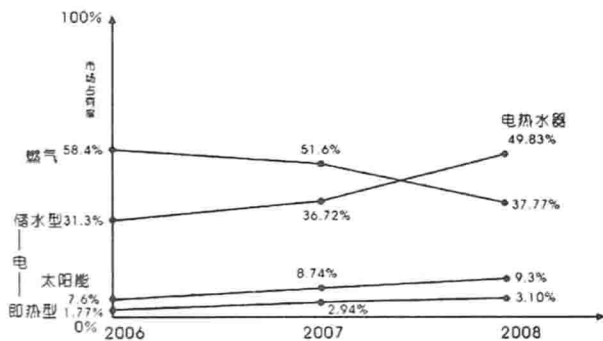

图1-1 各类热水器的市场占有率分析图表
□ 热水器产品市场占有率的变化：由于能源价格不断攀升，燃气热水器的竞争优势逐渐丧失，“气弱电强”已成定局，整个电热水器品类的市场机会增大！数据显示，近两年来即热式电热水器行业的年增长率超过100%，可称得上是家电行业增长最快的产品之一。2006年国内即热式电热水器的市场销售总量已达60万台。预计未来3-5年内，即热式电热水器将继续保持50%以上的高速增长率。如图1-1所示为即热型热水器和传统电热水器、燃气热水器、太阳能热水器的市场占有率分析图表。